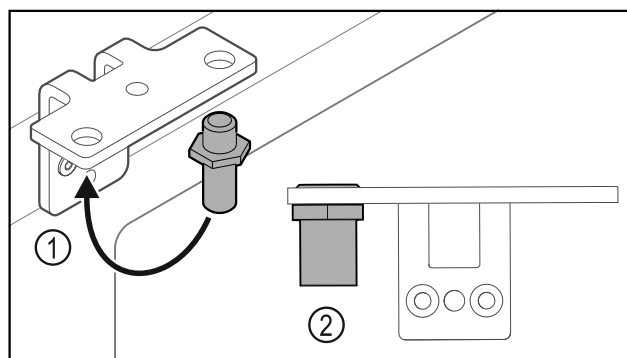

Fig. 31
- ▶ Sett om bolten Fig. 31 (1) i hengselvinkelen.
- ▶ Trekk til bolten Fig. 31 (2) med **et tiltrekkingsmoment på 12 Nm**.